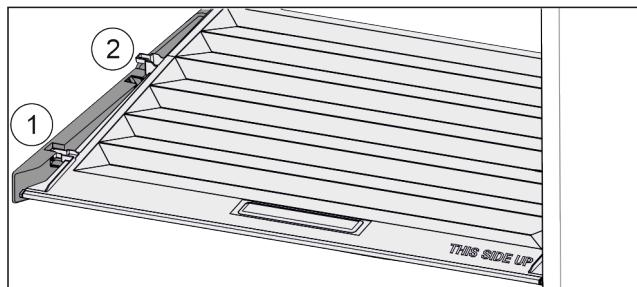

Fig. 147
- Veko potiahnite dopredu až k otvoru v prídržných dieloch Fig. 147 (1).
- Vzadu ho nadvihnite zospodu a zložte smerom nahor Fig. 147 (2).